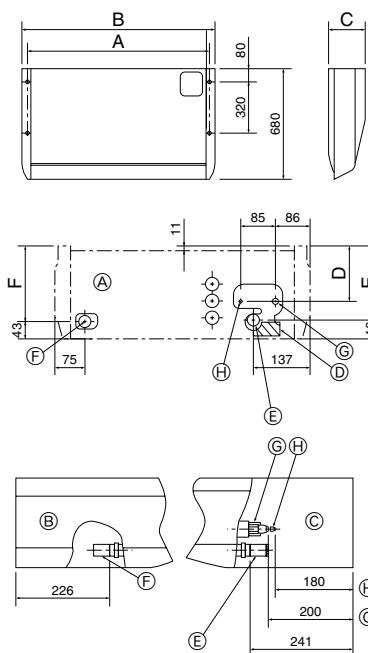

Fig. 3-2
① Ροδέλα	4 τμχ.
② Κάλυμμα σωλήνα	1 τμχ. Μεγάλου μεγέθους (Για σωλήνωση αερίου)
③ Κάλυμμα σωλήνα	1 τμχ. Μικρού μεγέθους (Για σωλήνωση υγρού)
④ Ταινία	4 τμχ.
⑤ Ακροσύνδεσμος	1 τμχ. Μαρκαρισμένος με την ένδειξη "UNIT"
⑥ Κάλυμμα ακροσυνδέσμου	1 τμχ.
⑦ Κάλυμμα σωλήνα αποστράγγισης	1 τμχ.
3.2. Προπαρασκευή για την εγκατάσταση (Fig. 3-2)